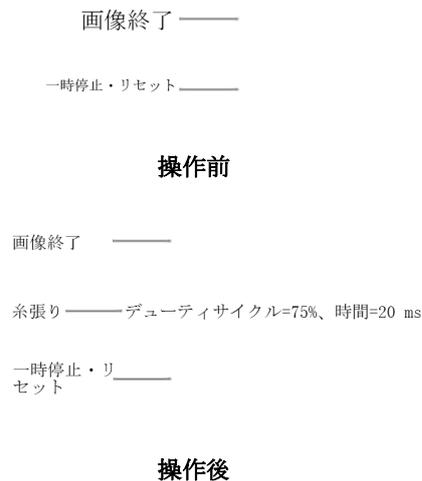

図 5.10.6a 画像全体の終了コマンドセットの操作方法
④最後に「確認」ボタンをクリックすると、このデフォルトコマンドセットが保存されます。「コマンド処理」をクリックすると、図形全体の終了位置にこれらのコマンドがデフォルトで追加されます。具体的な操作は図 5.10.6a の通りです。